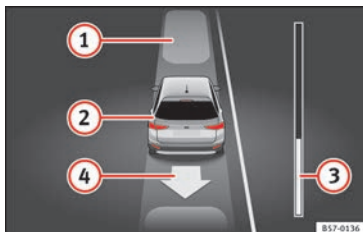

Fig. 205 Sur l'écran du combiné d'instruments : sortir d'une place de stationnement en créneau.
Légende de la **fig. 205** :
La barre de progression » **fig. 205** ③ indique la distance à parcourir » page 257.